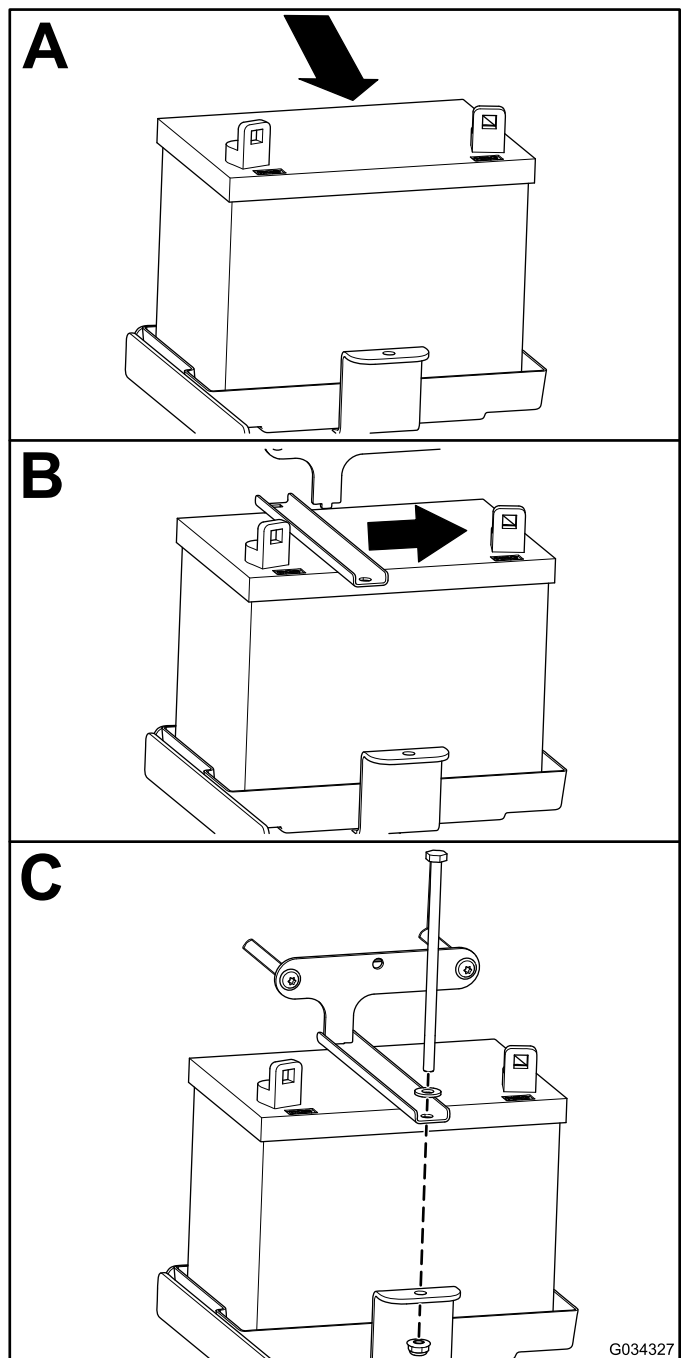

Bild 47
1. Setzen Sie die Batterien ein, wie in Bild 47 abgebildet.